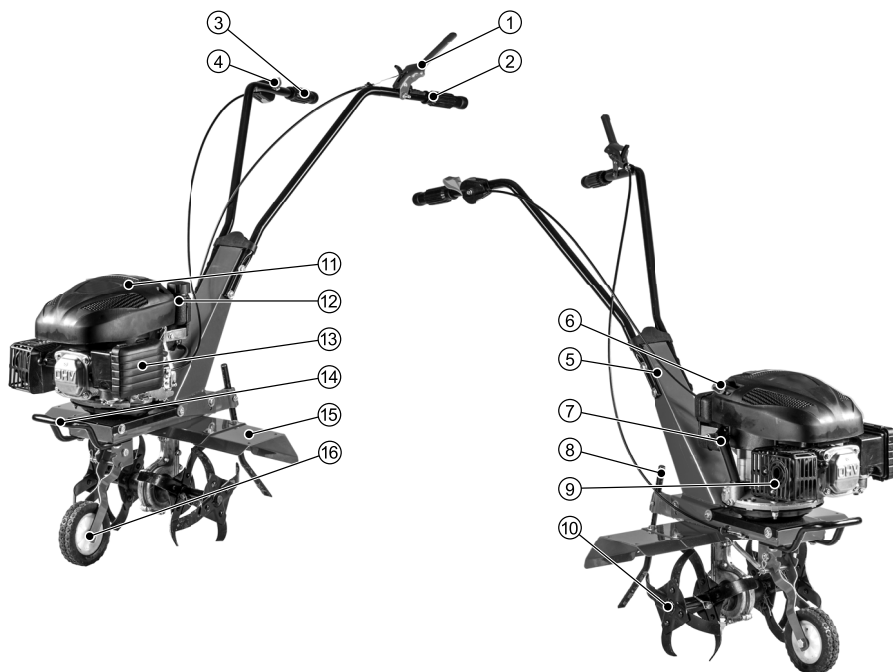

Рис. 1
3. Медленно вытащите шнур ручного стартера 6 (рис. 1), пока не почувствуете сопротивление, а затем быстро потяните его. Повторите данный процесс несколько раз до запуска двигателя.
7. После окончания работы отпустите рычаг сцепления 1 (рис. 1) и дайте двигателю поработать без нагрузки в течение 2-3 минут.
8. Переведите регулятор оборотов 4 (рис. 1) в положение для остановки двигателя.